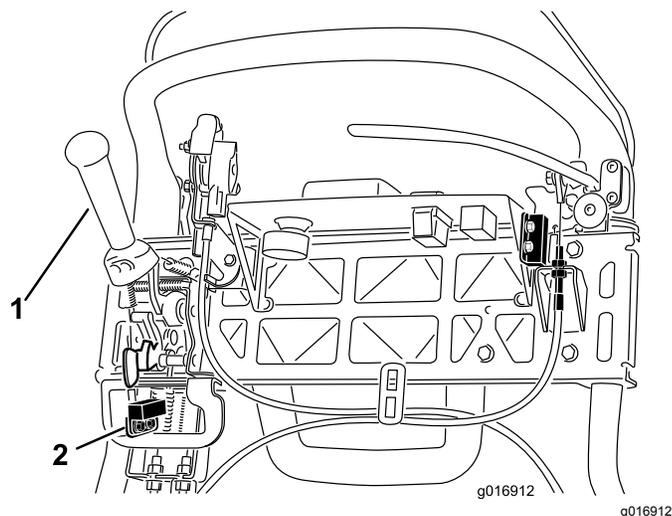

Рисунок 41
4. Ослабьте крепежные детали блокировочного выключателя (Рисунок 41).
5. Поставьте регулировочную прокладку толщиной 1,6 мм между рычагом тяги и блокировочным выключателем (Рисунок 41).